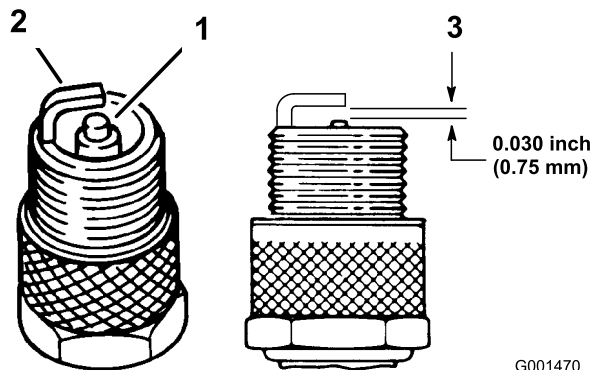

Figure 33
- Vérifiez l'état des électrodes latérale et centrale, ainsi que l'isolateur central (Figure 33).
- Réglez l'écartement entre les électrodes centrale et latérale à 0,762 mm (Figure 33).